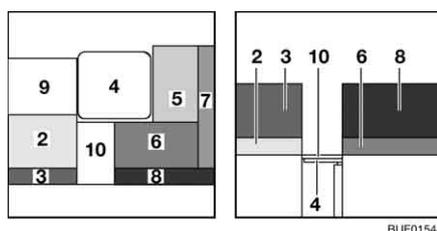

Fig. 140 Durante a transformação
- Mova o prolongamento do banco arca (Fig. 140,10) para cima e pendure-o no Vario-Seat.
- Mova o prolongamento Vario-Seat (Fig. 140,9) para cima e pendure-o.
- Retire o estofa do encosto (Fig. 140,7) e coloque-o de lado.
- Retire o estofa do assento (Fig. 140,5) e coloque-o de lado.
- Coloque o estofa do encosto (Fig. 140,7) entre a sala em L e o Vario-Seat.